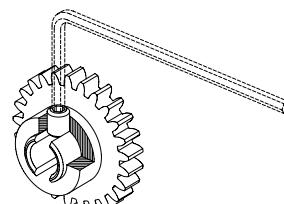

Fig. 3
- Monteer de tandwielen met stelschroef in sleuf (fig. 3).
- Mount the gearwheels with adjusting screw into the slot (fig. 3).
- Montieren Sie die Zahnräder mit Stellschraube in Schlitz (Fig. 3).
- Montez les roues dentées dans la fente avec le vis d'arrêt (fig. 3).